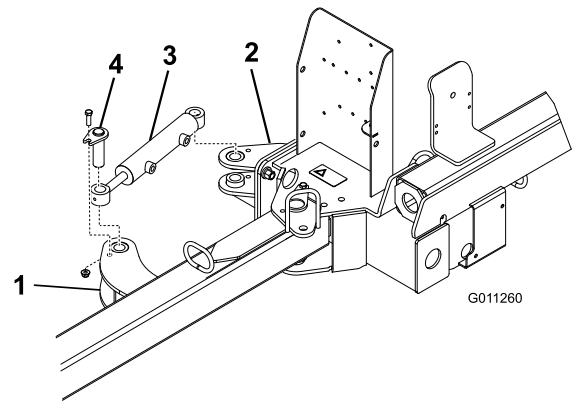

Figura 6
- Sujete cada extremo del cilindro hidráulico a un soporte del actuador con un pasador, un perno ($3/8" \times 1\frac{1}{4}"$) y una tuerca con arandela prensada ($3/8"$) (Figura 6).